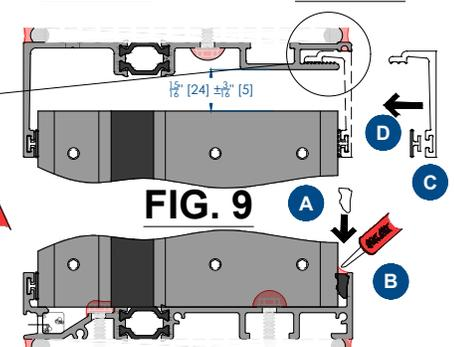

FIG. 9
- Placez le joint en coin dans le siège sous le récepteur. **Voir FIG 9, ÉTAPE A**
- Installez un capuchon en silicone continu sur la cale. **Voir FIG 9, ÉTAPE B**
- Installez le joint de phare P6296-0R dans l'arrêt de conduite E9410. **Voir FIG 9, ÉTAPE C**
- Installez l'E9410, arrêtez jusqu'à ce qu'il s'enclenche et se fixe au récepteur. **Voir FIG 9, ÉTAPE D.**